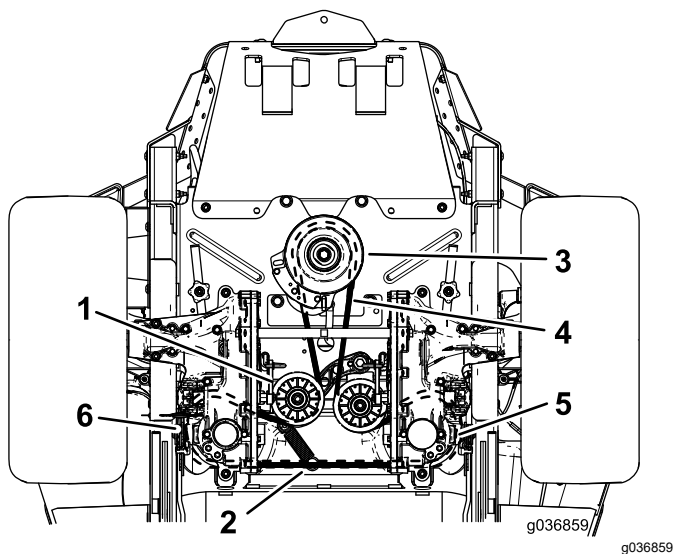

Bild 65
6. Entfernen Sie die Spannscheibenfeder von der Strebe (Bild 65).
8. Verlegen Sie den neuen Riemen um die Motorriemenscheibe und um die zwei Riemenscheiben der Hydraulikpumpe (Bild 65).